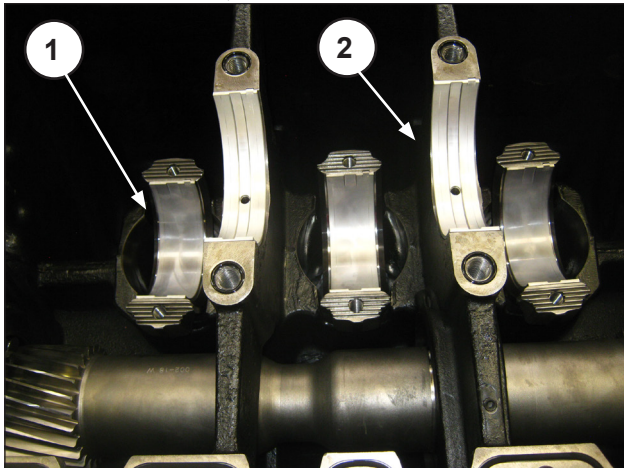

Abb. 95
Setzen Sie die Lagerschalen auf die drei Pleuelhälften und die Halterungen des vorderen Gehäuses (Abb. 95 Pos. ①, ②). Positionieren Sie die drei Gruppen mit dem Pleuelkopf an der Wand der jeweiligen Zylinder.
**Halten Sie sich zur Vermeidung möglicher Umkehrungen der Lagerschalen streng an oben sichtbare Abbildung (Abb. 95); insbesondere die Pleuel-Lagerschalen haben keine Nut am Schaft (Pos. ①), während die Kurbelwellenlagerschalen eine Nut und eine Schmieröffnung aufweisen (Pos. ②). Stellen Sie vor der Montage der Kurbelwelle erneut die korrekte Positionierung der Lagerhälften sicher.**